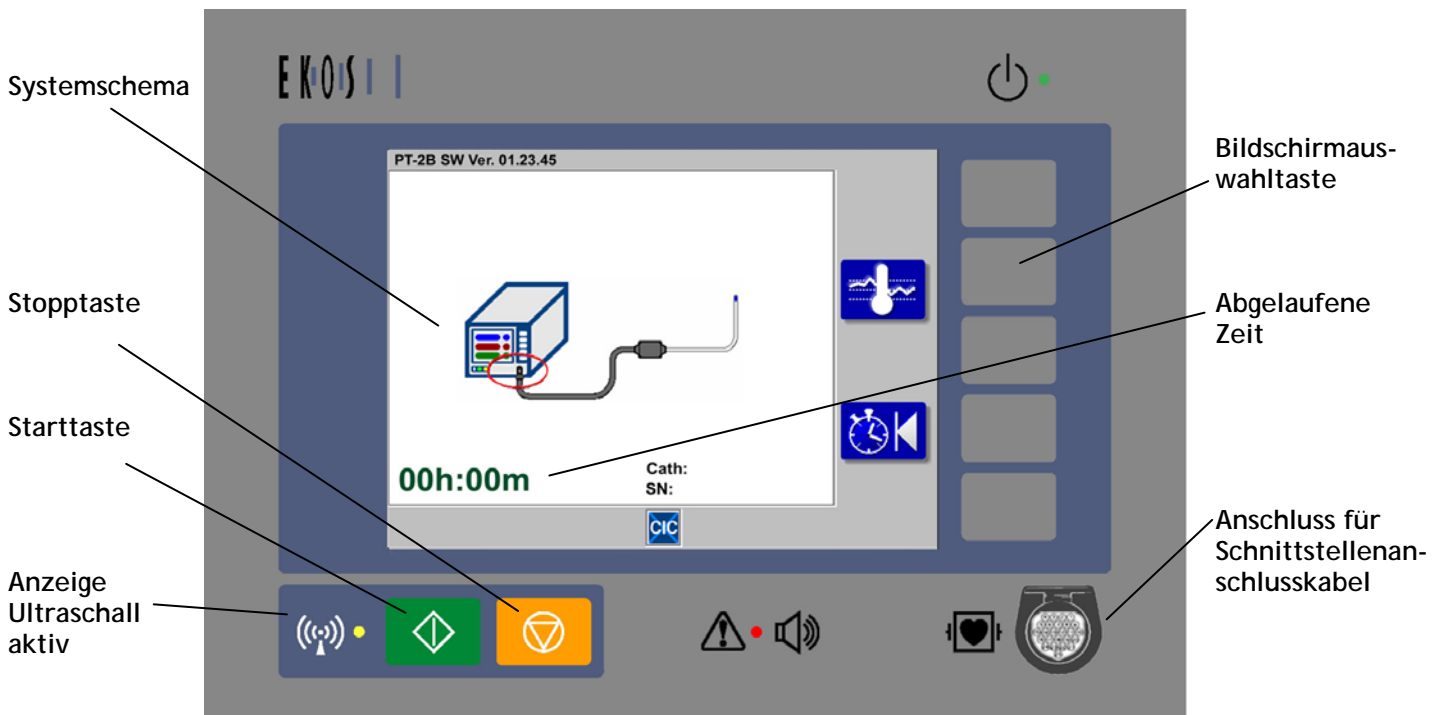

Abbildung 3. EkoSonic SV Kontrolleinheit Frontdisplay mit Bereitschaftsbildschirm.
2. Nach erfolgreicher Beendigung des Selbsttests zeigt die Software den Bereitschaftsbildschirm an. Siehe Abbildung 3 für ein Beispiel des Bereitschaftsbildschirms.
3. Abbildung 3 zeigt im Speziellen, dass das Schnittstellenanschlusskabel (CIC) nicht an die Kontrolleinheit angeschlossen ist. Der rote Kreis um den Anschluss an der Frontplatte im Systemschema zeigt die Stelle, an der das CIC an die Kontrolleinheit angeschlossen werden muss. Die Ultraschallausendung erfolgt erst, wenn das CIC angeschlossen ist und das Gerät ordnungsgemäß mit dem CIC verbunden ist. Falls die Kontrolleinheit einen Zustand detektiert, der keinen ordnungsgemäßen Betrieb ermöglicht, werden verschiedene Bildschirmpiktogramme, Kreise und/oder ein X auf dem Systemschema angezeigt. Diese Piktogramme und Symbole sind im Abschnitt Fehlerbehebung dieses Dokuments erklärt.